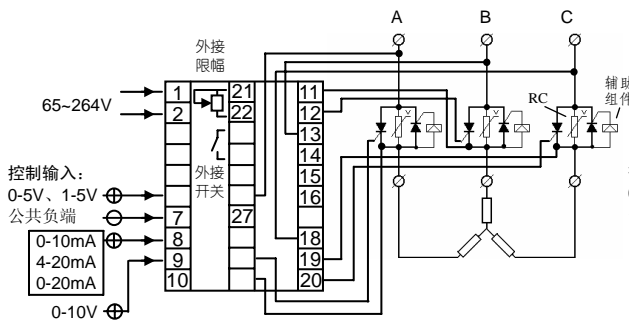
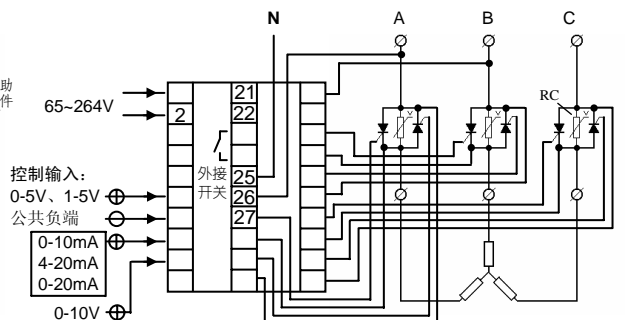

图 19 C6 型应用，单硅反并联三线路 Y 或 Δ 接法，有相序要求
图 22 C8 全控应用。单硅反并联三线路 Y 或 Δ 接法，自动相序
2. C6、C7、C8 型三相触发器采用传统触发方式，需要接同步信号线。触发有极性，请严格参照前文图 19~图 22 接线图接线。其中 C6 接线有相序要求，要按第 3 条方法调整正确的相序。C7 和 C8 类型能自动适应相序，只要接线无误即可正常工作，无须理相；